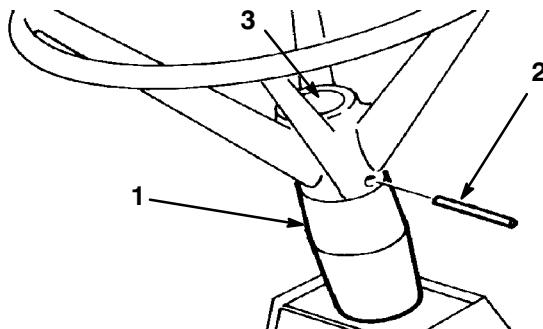

Bild 4
2. Ziehen Sie das Lenkrad auf die Lenksäule auf und fluchten das Lenkrad-Befestigungsloch mit dem der Lenksäule aus (Bild 4). Das Toro-Logo am Lenkradeinsatz muss von der Fahrerposition aus lesbar sein.
4. Treiben Sie den Rollstift so weit ein, dass er mit der Außenseite des Lenkrads bündig ist (Bild 4).